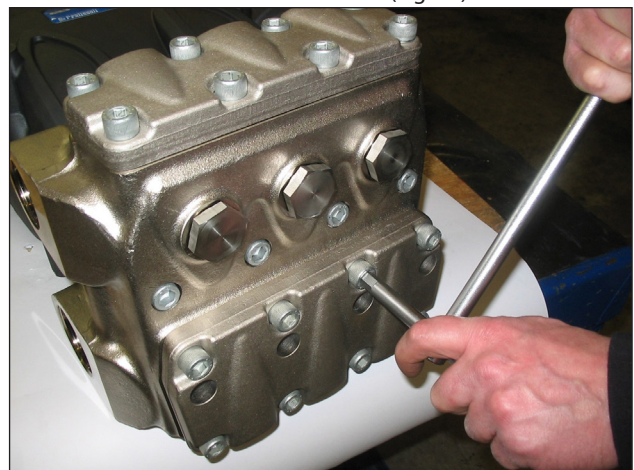

Fig. 34
- Solte os oito parafusos M12x35 de fixação das coberturas da válvula e remova as coberturas (Fig. 34).